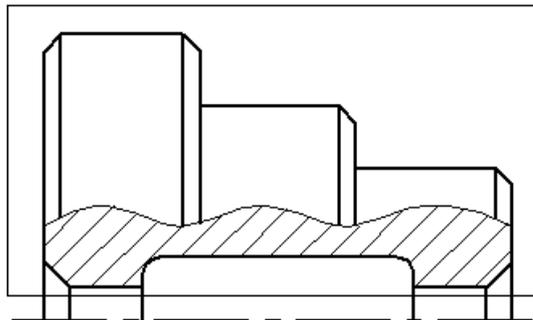

Рис. 39
2. Выделите верхнюю половину детали за исключением осевой линии. Осевую линию включать в группу выбора не нужно. Если она будет выбрана, то после выполнения симметричного построения произойдет наложение линий друг на друга. Пример формирования рамки выбора показан на рис. 39.